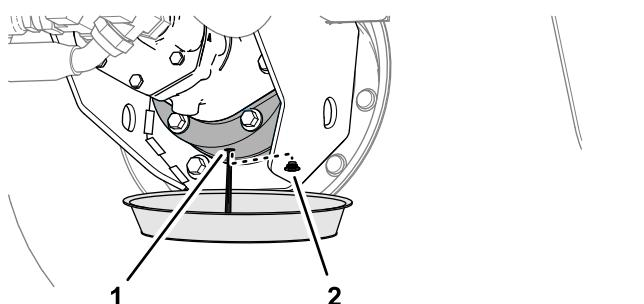

Figure 89
6. Placez un bac de vidange sous le carter de frein, enlevez le bouchon de vidange et vidangez toute l'huile (Figure 89).